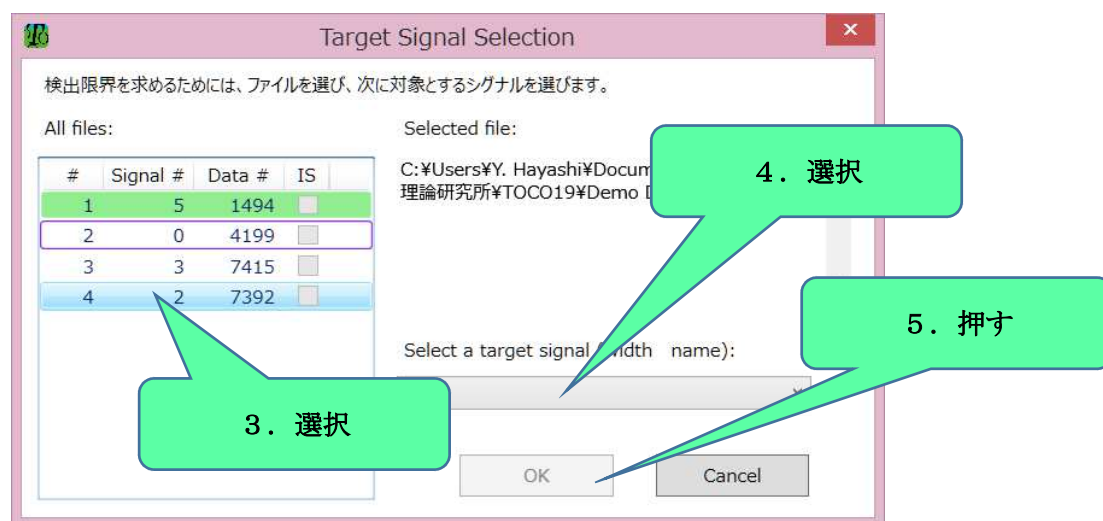
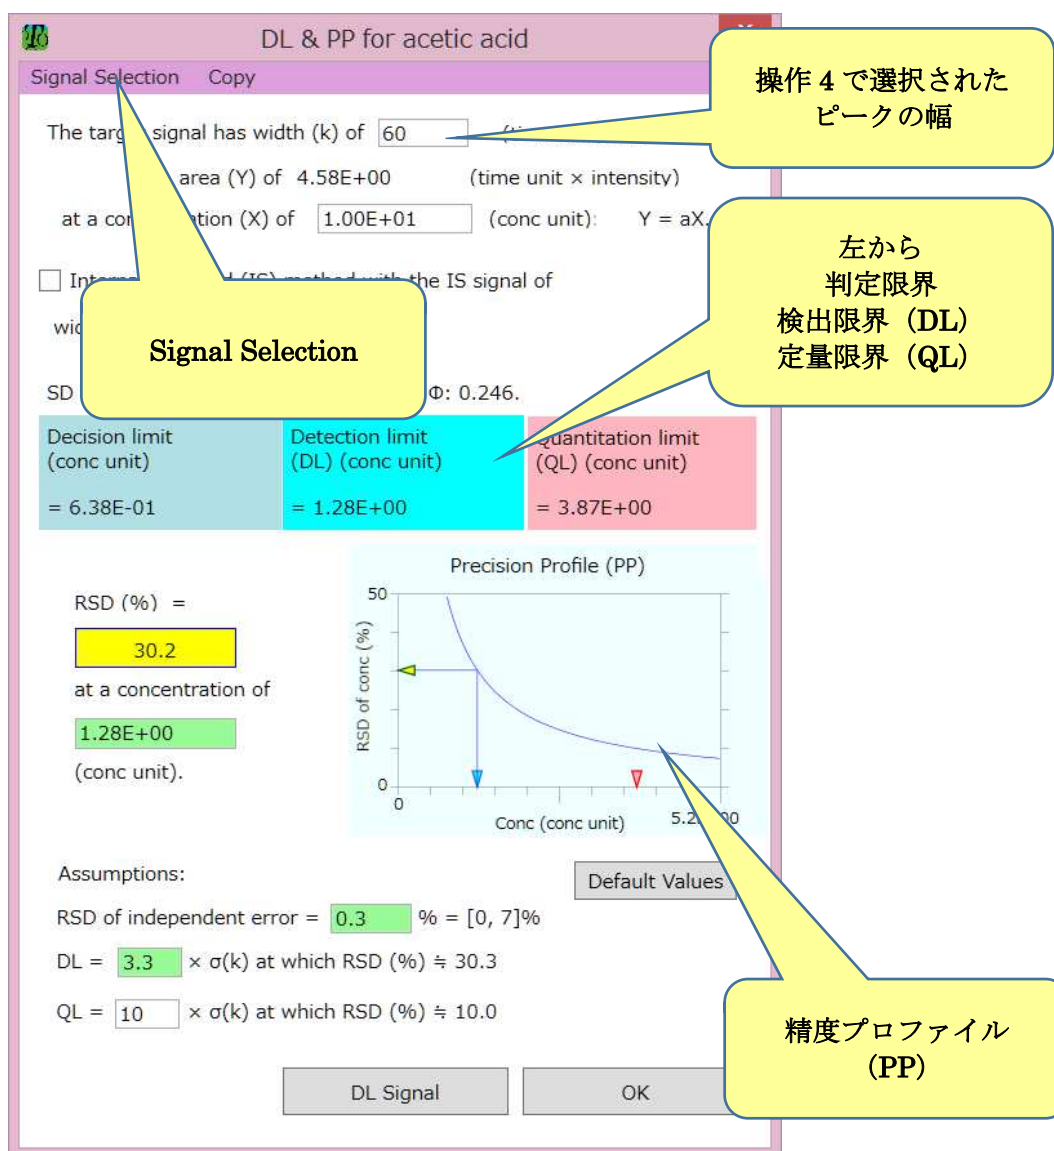
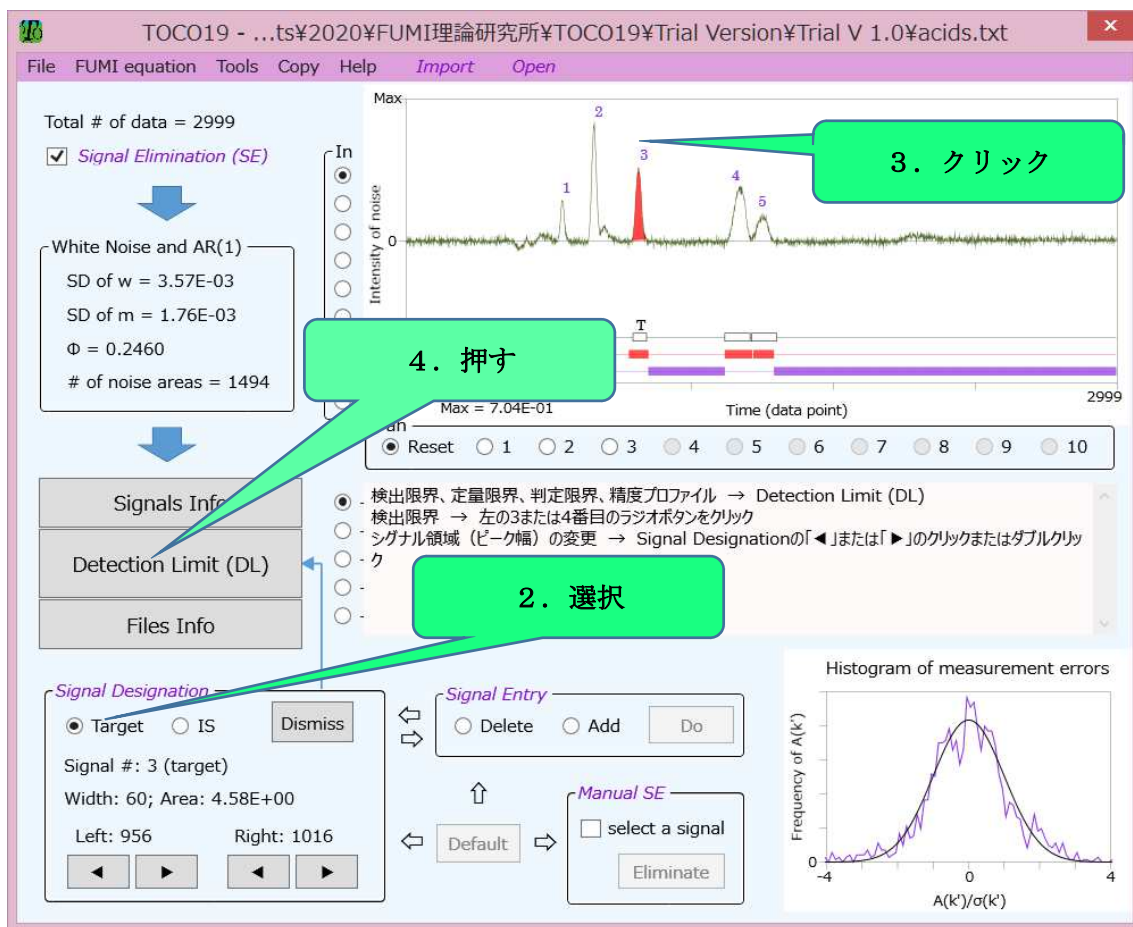

図 7 ターゲットピークを選択するウィンドウ
図 8 ウィンドウ「DL & PP……」
図9 ターゲットピークを選択
2. 「Detection Limit (DL)」を押す；
3. ウィンドウ「Target Signal Selection」（図 7）が現われるので、左側のビューから目的のファイルを選択する；
5. 「OK」を押せば、解析結果がウィンドウ「DL & PP……」（図 8）に表示される。
- 操作 2 でウィンドウ「Target Signal Selection」が現われなくて、ウィンドウ「DL & PP……」（図 8）が直接現われる場合は、2.4 の方法に相当します。
3. チャート上の目的ピークまたはその近辺をクリックする (指名されたターゲットは赤で表示される) (図 9)；
4. ボタン「Detection Limit (DL)」を押す (図 9) と解析結果がウィンドウ「DL & PP…」 (図 8) に表示される。
- ウィンドウ「DL & PP……」のメニュー「Signal Selection」(図8を参照)をクリックして、ターゲットを指名する。2.3の操作3-5(図7)を参照してください。
ウィンドウ「DL & PP……」の精度プロファイル (図 8 または 11) をクリックすれば、その簡単な説明が現われます。青の▼は検出限界、赤の▼は定量限界を示します。
注入誤差は RSD of independent errors 緑色 に入力します (図 8 または 11)。